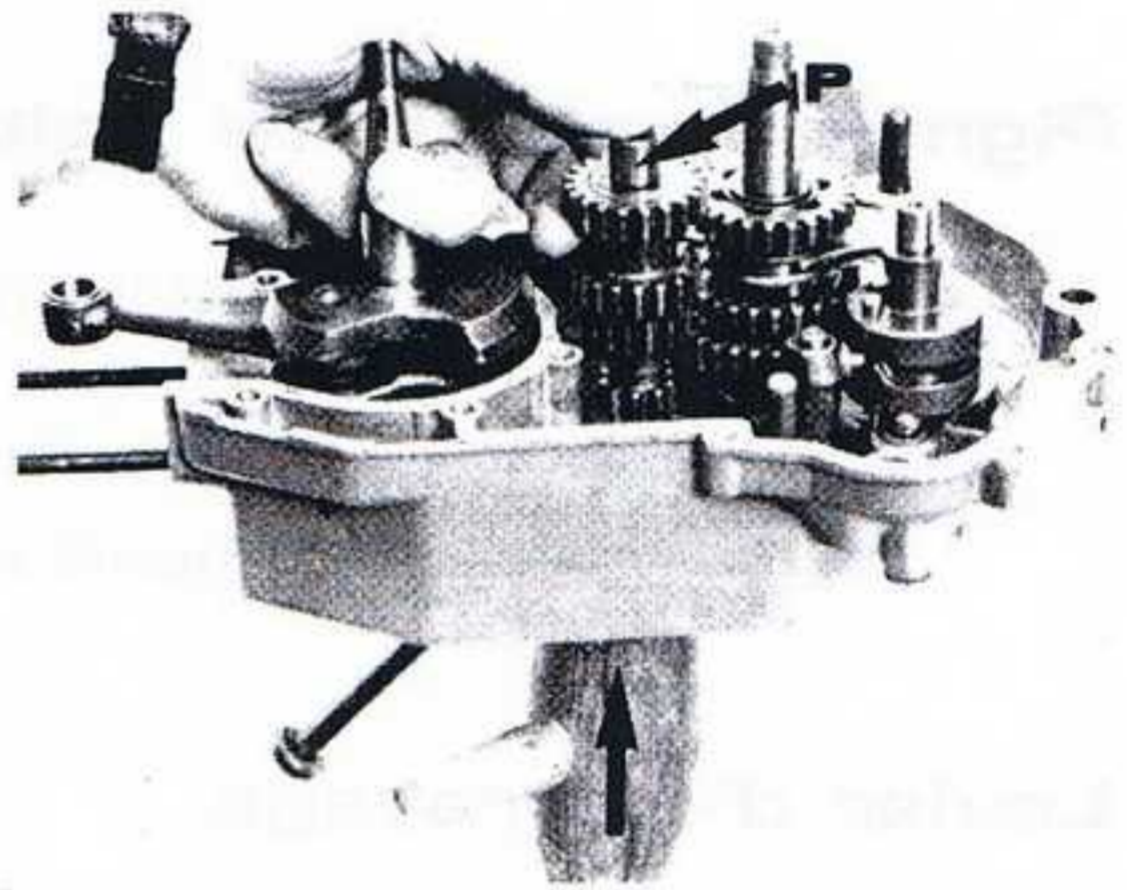

fig. 25
- Chasser l'arbre primaire (P) (fig.25) (arbre formé de 4 pignons usinés dans la masse) en le frappant légèrement sur l'extrémité inférieure.